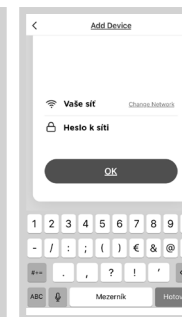

Fig. 9
- Sélectionnez votre réseau WiFi auquel il faut connecter votre appareil et entrez le mot de passe (Fig. 9).